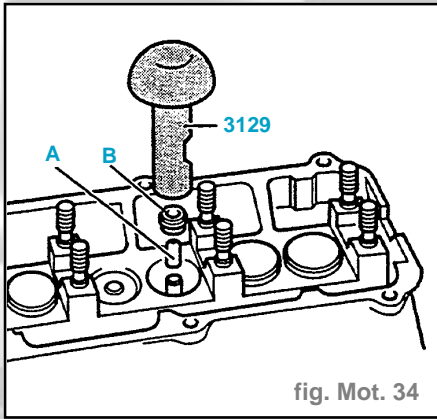

fig. Mot. 34
- Reposer les étanchements de tiges de soupapes (fig. Mot. 34) :
- placer la douille plastique (A),
- huiler l'étanchement (B) puis le placer dans l'outil **3129**,